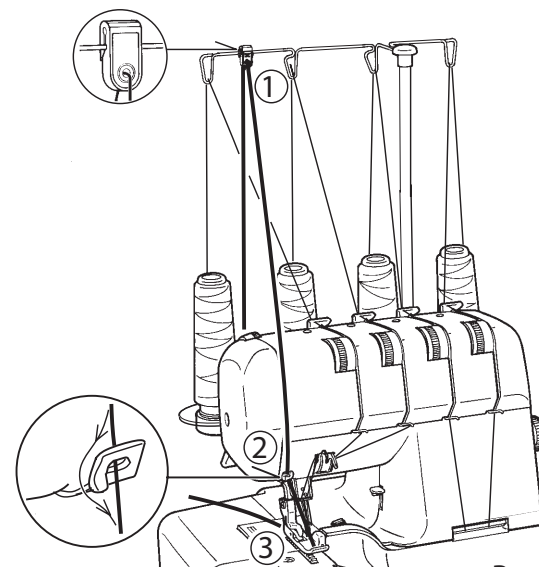

Рис.1
1. Установите направляющую для шнура (каркасной нити), которая есть в наборе принадлежностей, на ось нитенаправителей (Рис.1).
2. Поместите “каркасный” шнур (вязанный крючком шнурок из хлопковой нити, нити для вышивания, шерстяная нить или резинка) позади катушкодержателей. Протяните шнур через направляющие для шнура (1) и (2), а потом через нитенаправитель левой иглы (3) (Рис.1).